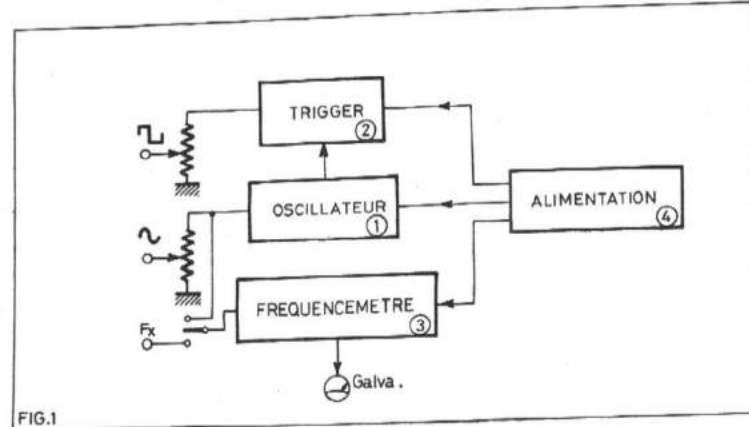

FIG.1
- (Voir schéma synoptique figure 1).